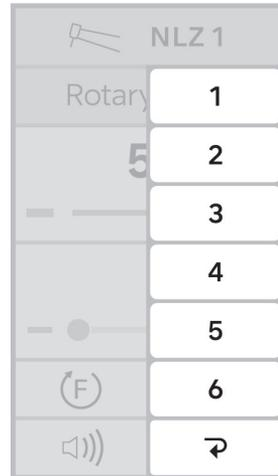

Figure 16.
1. Toucher pour afficher tous les numéros de programme de 1 à 6 (Figure 16).